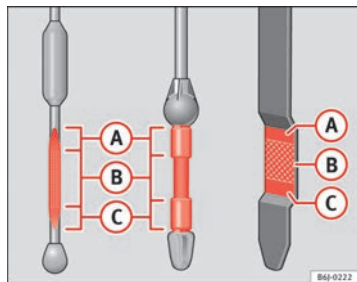

Fig. 162 Varilla de medición del nivel de aceite
- A continuación, vuelva a extraerla y compruebe el nivel de aceite ⇒ fig. 162. En caso necesario, reponga aceite del motor.